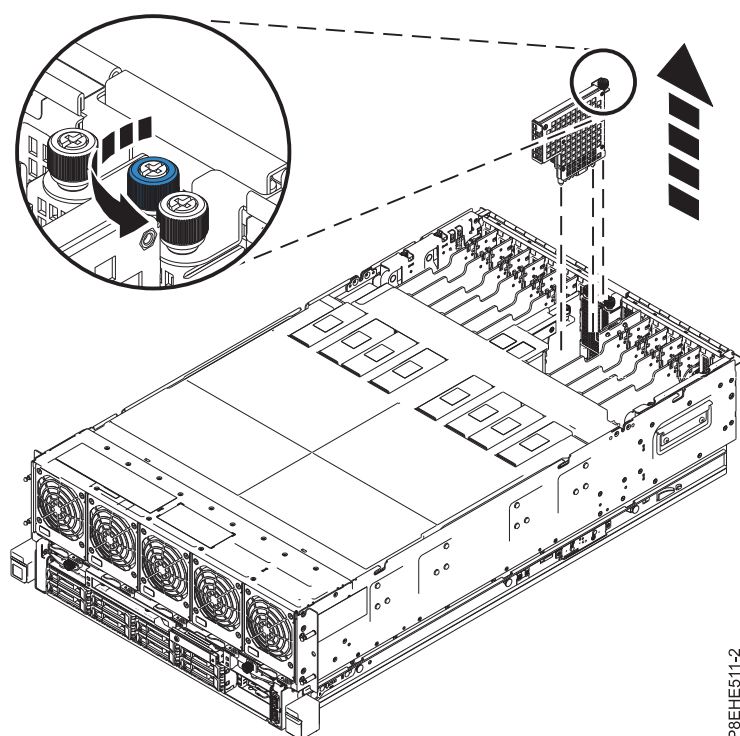

図 7. スロット P1-C13 からの入出力電圧調節モジュールの取り外し
- a. 拘束つまみねじが完全に固定されていない状態になるまで緩めます (図 7 を参照)。